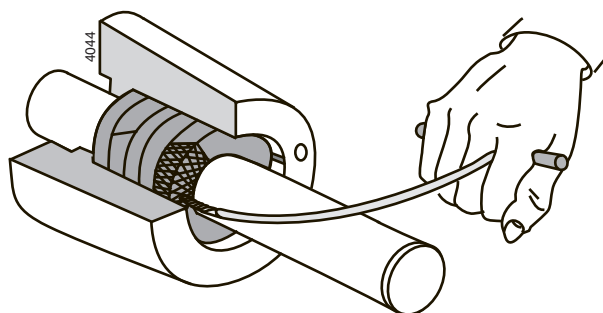

Рисунок 3: Извлечение уплотнительных колец из корпуса сальника.
- 3 Извлеките уплотнительные кольца из корпуса сальника. Для этого воспользуйтесь специальным съемником, см. рисунок 3.